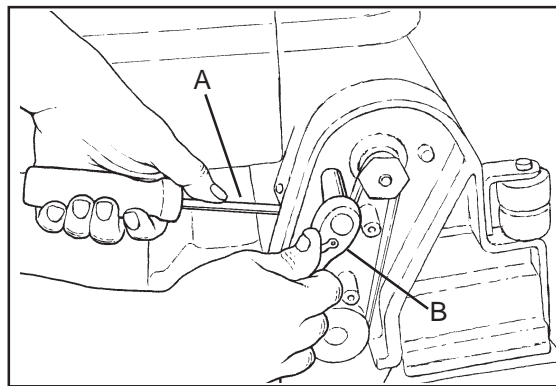

Figura 36
- c. Use una palanca pequeña o un destornillador grande para apalancar el motor hacia arriba para conseguir la tensión correcta de la correa. Apalanque el motor cerca de donde el motor contacta con la pieza de fundición del cepillo (ver figura 36, A).
- d. Mantenga la tensión y apriete los 2 tornillos (ver figura 36, B).